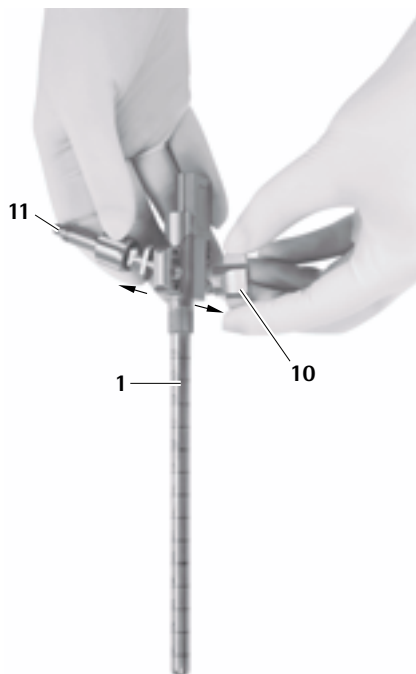

Abb. 13
- ▶ Haltearmadapter 11 entfernen, siehe Abb. 13.